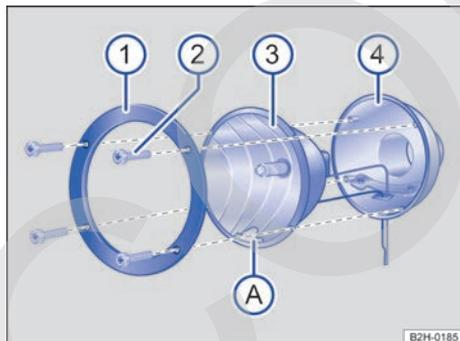
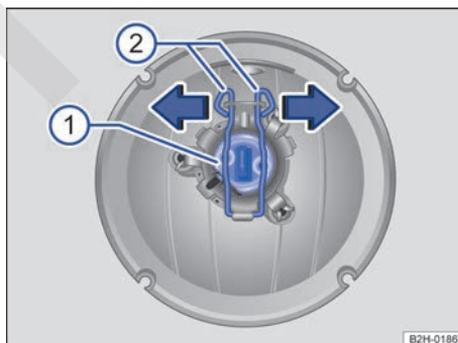

Fig. 201 Faro adicional en el techo del vehículo: desmontar el cristal.
Fig. 202 Faro adicional en el techo del vehículo: cambiar la lámpara.
2.	Suelte los tornillos → fig. 201 ② con la llave de las herramientas de a bordo.
3.	Retire el anillo de sujeción ① de la carcasa del reflector ③.
4.	Extraiga la carcasa del reflector ③ de la carcasa del faro ④ con cuidado.
6.	Presione los bloqueos → fig. 202 ② hacia abajo y desengánchelos en el sentido de la flecha.
7.	Extraiga el portalámparas ① de la carcasa del reflector.
10.	Presione los bloqueos ② hacia abajo y engánchelos en el sentido contrario al de la flecha.
12.	Coloque la carcasa del reflector → fig. 201 ③ en la carcasa del faro ④. La marca ① deberá quedar abajo → ①.
13.	Coloque el anillo de sujeción ① en la carcasa del reflector.
14.	Enrosque y apriete los tornillos ② con la llave.